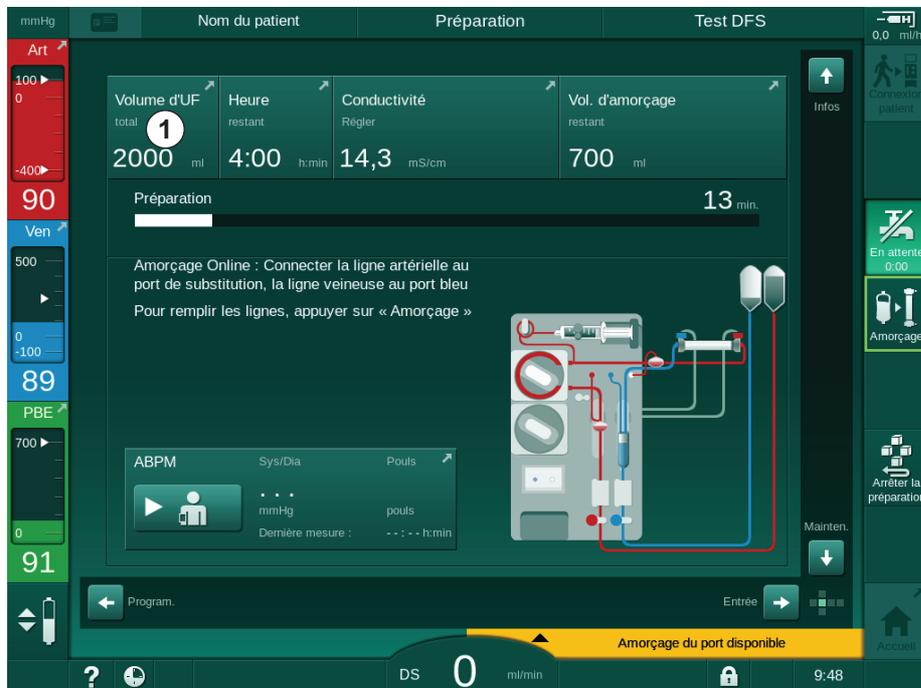

Fig. 5-11 Raccourci vers l'écran *Prescription*
1. Passer à l'écran *Entrée* à l'aide des barres de défilement et toucher l'icône *Prescription* ou toucher le raccourci ① sur l'écran *Accueil* (Fig. 5-11).